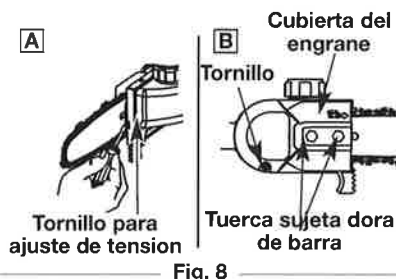
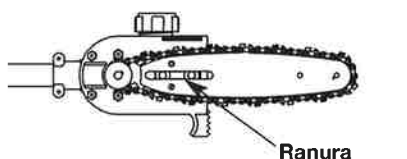

Fig. 8
Fig. 10
1. Valiéndose de un destornillador de ranura recta, gire el tornillo de ajuste de tensión en sentido antihorario (Fig. 8, B) tan lejos como llegue o hasta el final de su recorrido, después saque la cadena y retire la barra.
2. Usando un destornillador de cabeza plana, gire el tornillo de ajuste de tensión 4 vueltas hacia la izquierda (Fig. 8, A).
6. Ajuste el tornillo de ajuste de tensión (Fig. 8, A) para permitir la inserción de la barra (Fig. 10). Cerciérese de que la cadena sigue la ranura en la barra de guía y ajuste el tornillo de ajuste de tensión para apretar la cadena.
7. Instale la cubierta del piñón y apriete las tuercas y el tornillo para fijar la barra (Fig. 8, B).
1. Afloje las tuercas retenedoras de la barra de tal forma que esten apretadas a mano (Fig. 8, B).
manecillas del reloj para apretar la cadena (Fig. 8, A). Girando el tornillo en contra de las manecillas del reloj afloja la cadena de la barra guía.